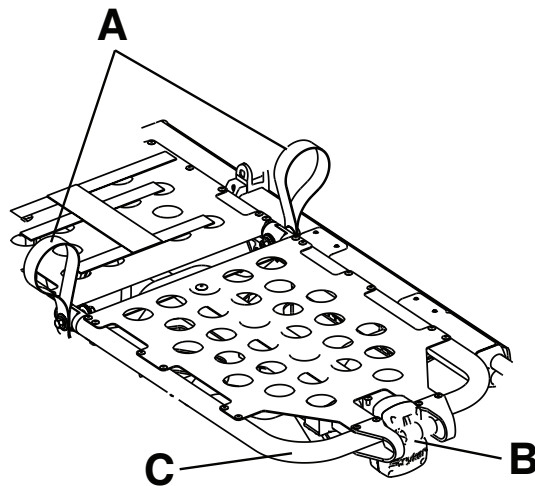

Abbildung 13 – Knieeilverstellung
1. An einer der roten Hebeschlaufen (A) ziehen, bis sich die Knieeilverstellung in der höchsten Stellung befindet (Abbildung 13).
Zum Absenken der Knieeilverstellung an einer der roten Hebeschlaufen (A) ziehen, um den Verriegelungsmechanismus zu entlasten. Die Schleufe festhalten und auf den roten Entriegelungsgriff (B) der Fußstütze drücken, bis sich die Stützhalterung löst (Abbildung 13). Die Knieeilverstellung in die flache Position absenken.
Um die Knieeilverstellung in einer Trendelenburg-Position anzuheben, den Rahmen der Fußstütze (C) so weit wie möglich anheben, bis der Rahmen arretiert (Abbildung 13). Die Stützhalterung fixiert automatisch, wenn der Rahmen entriegelt wird.
Um die Knieeilverstellung in einer Trendelenburg-Position abzusenken, den Rahmen der Fußstütze (C) anheben und bei festgehaltenem Rahmen den roten Entriegelungsgriff (B) der Fußstütze anheben, bis der Rahmen die Stützhalterung freigibt (Abbildung 13). Die Fußstütze in die flache Position absenken.